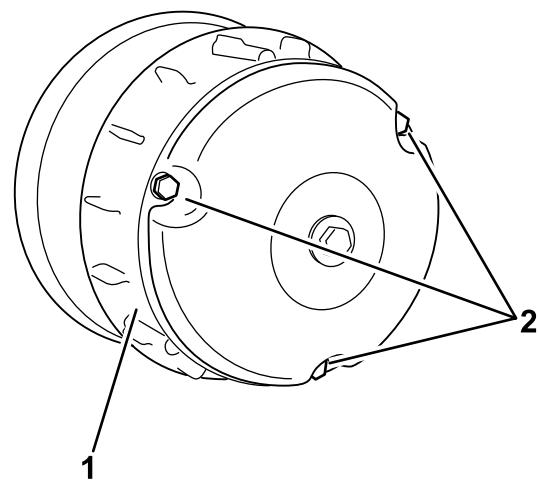

Figura 59
4. Instale la tapa del embrague, fijándola con los 3 pernos (Figura 59) que retiró en 2.
2. Retire los 3 pernos que sujetan la cubierta al embrague, y retire la cubierta (Figura 59).